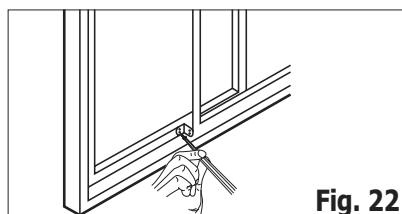

Fig. 22
7. Para ajustar el marco deslizable, ajuste la fijación del ángulo derecho en su lugar con un tornillo de 1/2" (12.7 mm) como se muestra. (Fig.22)